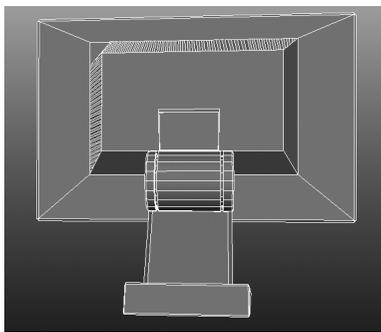

图 4-32 显示器效果图
Step 12: 显示器的其他位置,包括显示器的按钮和显示器底座也都是通过布尔运算完成,如图 4-32 所示。